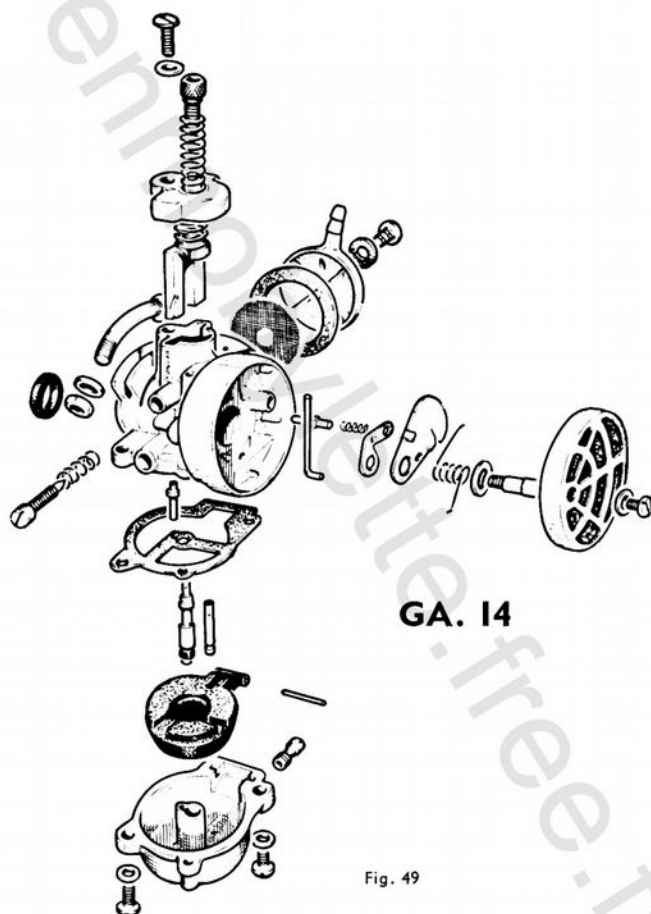

Fig. 49
**Carburateur GURTNER type GA. 14**, à cuve centrale, réglage 580, gicleur 62. (fig. 49).